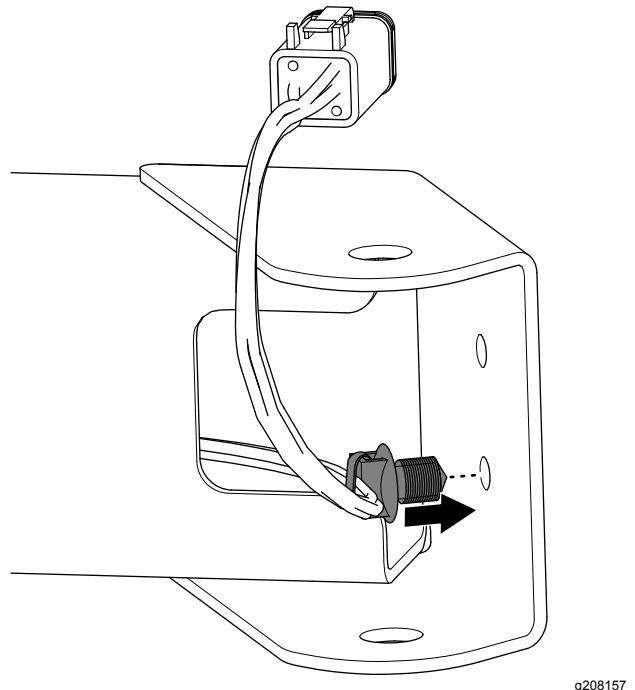

Figura 12
6. Inserite il dispositivo di fissaggio a spinta del cablaggio preassemblato nel foro all'estremità del supporto della luce operativa, come illustrato nella Figura 12.